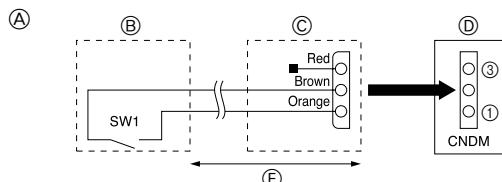

Fig. 9-1
④ Premere il tasto **TEST** per tre secondi o oltre o premere il tasto **ON/OFF** per annullare la sequenza di apprendimento iniziale per il rilevamento perdita refrigerante.
9.1. Modalità bassa rumorosità (modifica in loco) (Fig. 9-1)